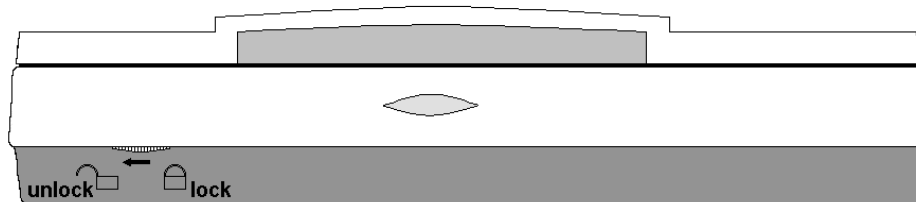

Figura 1: Disattivazione del primo dispositivo di blocco per il trasporto
4. Collegare il cavo dati della stampante (se disponibile) al connettore "Printer" posto nella parte posteriore dello scanner (connettore A, figura 1)
7. Collegare l'alimentatore allo scanner (connettore C, figura 1).